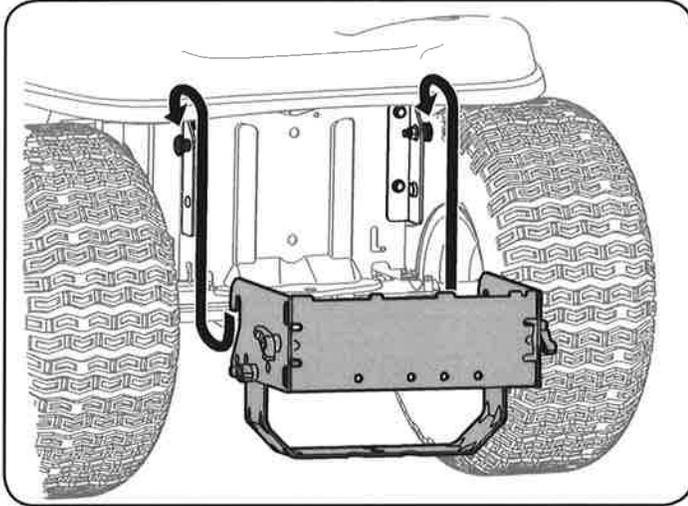

Figura 33
1. Coloque los extremos en forma de gancho del conjunto de montaje en los pernos de tope, como en la Figura 33, en los soportes de montaje previamente instalados en el tractor y alinear el apoyo del enganche orificio central del soporte con el orificio de enganche del tractor.